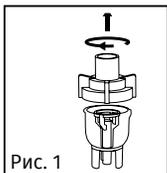

Рис. 1
3. Осторожно повернуть верхнюю часть небулайзерной камеры против часовой стрелки и отсоединить ее от нижней части (рис. 1).